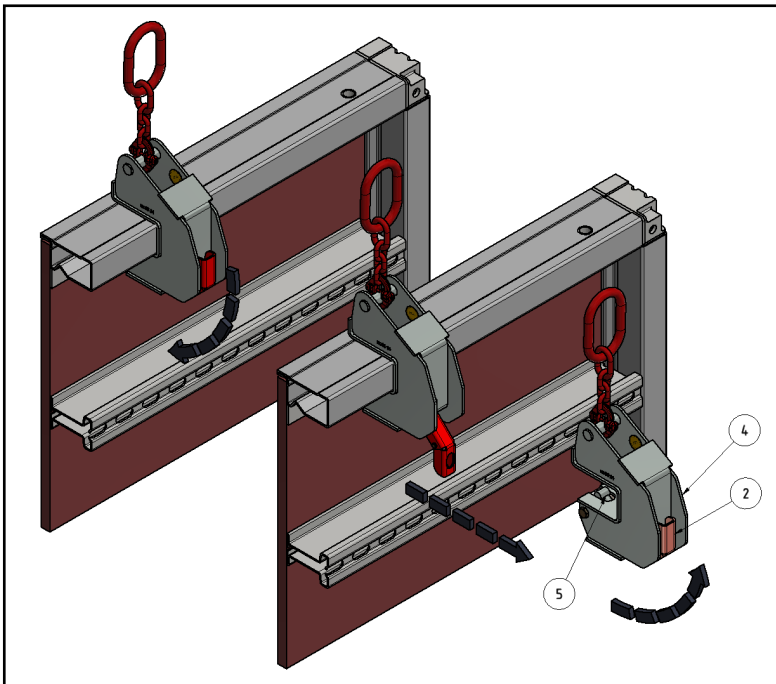

Figure 9 : Retrait du crochet de grue
Le décrochage du crochet de grue NOEtop s'effectue comme indiqué sur la figure 9.
Pousser la manette de commande (2) vers le bas de façon à qu'elle soit en saillie sur le corps d'étrier (4) et que la goupille de sécurité (5) soit déverrouillée. Retirer le crochet de grue en tirant vers l'arrière conformément à la figure 9.